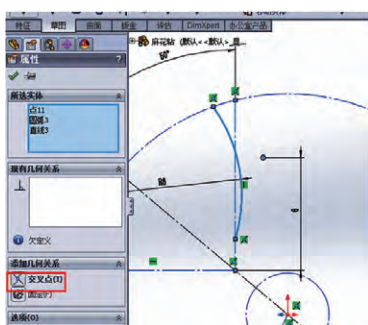

图 10
(5) 按住 Shift 同时选中步骤 3 中绘制的点、圆弧 1 和构造线 3，添加几何关系“交叉点”（图 10）。